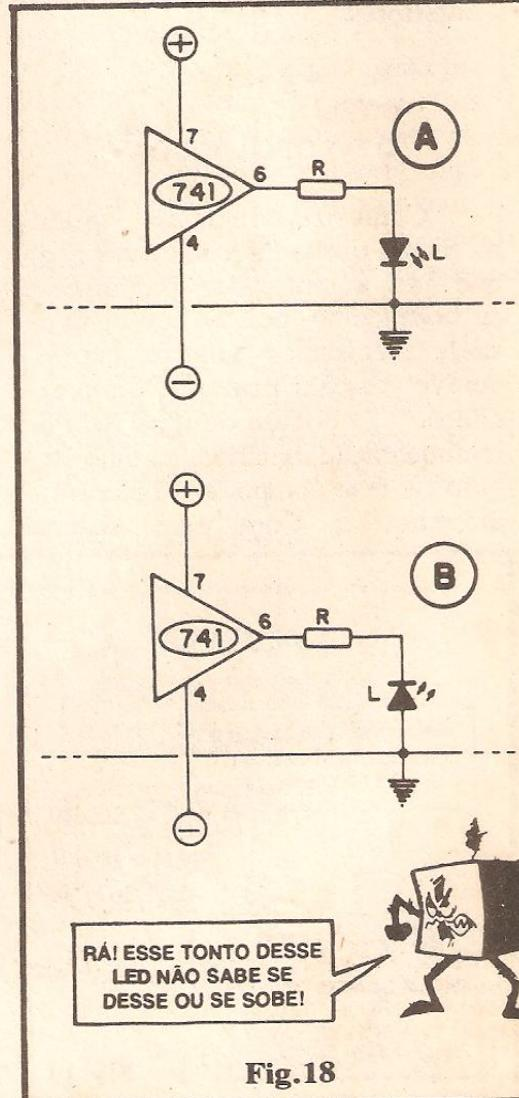

Fig.18
**FIG. 18 - REFERENCIANDO A ENERGIZAÇÃO DE UM LED, NA SAÍDA DO 741, PELA LINHA DE “ZERO” VOLT** - Obviamente, também podemos referenciar a energização de um LED acoplado ao pino 6 do 741, pela linha de “terra”, de “zero” volt, ou “ponto central” da alimentação “gêmea”, split... Observem que nesse caso, se por exemplo a alimentação geral situar-se em 9-0-9V, o maior potencial a ser desenvolvido sobre o conjunto LED/resistor será o de “meia fonte”, ou seja: cerca de 9V (descontando ainda aqueles “velhos” 1 ou 2V que o 741 naturalmente “rouba” da excursão máxima de Saída...). O valor do resistor/limitador R, portanto, deverá ser calculado levando em conta essa condição de máxima Tensão, além